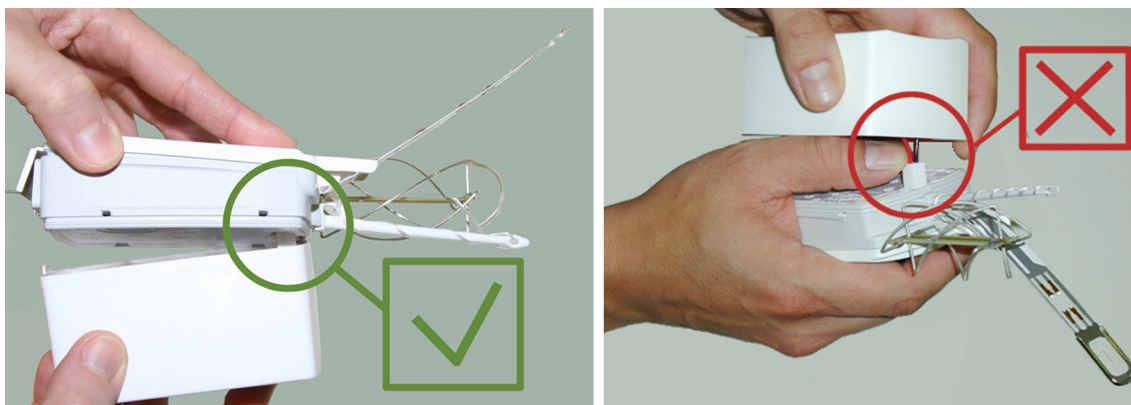

図 24 バッテリーケースにラジオゾンデを接続
5. 図 24 ページの 33 に示すように、ラジオゾンデにバッテリーコネクタを接続します。